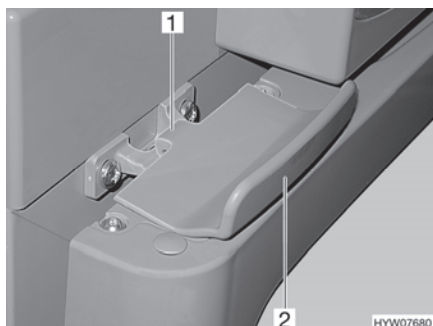

Bild 134 Lås till kylskåpsdörr, låst (Thetford)
**Öppna:** ■ Öppna kylskåpsdörren med handtaget (Bild 134,2). Låset (Bild 134,1) lossas automatiskt.